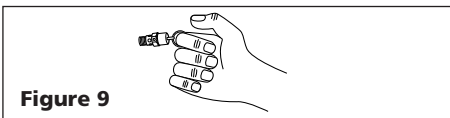

Figure 9
1. Tirer l'anneau sur la soupape de sûreté et la laisser revenir à sa position normale (Voir Figure 9). Cette soupape laisse échapper l'air automatiquement si la pression dans le réservoir dépasse le maximum réglé d'avance.